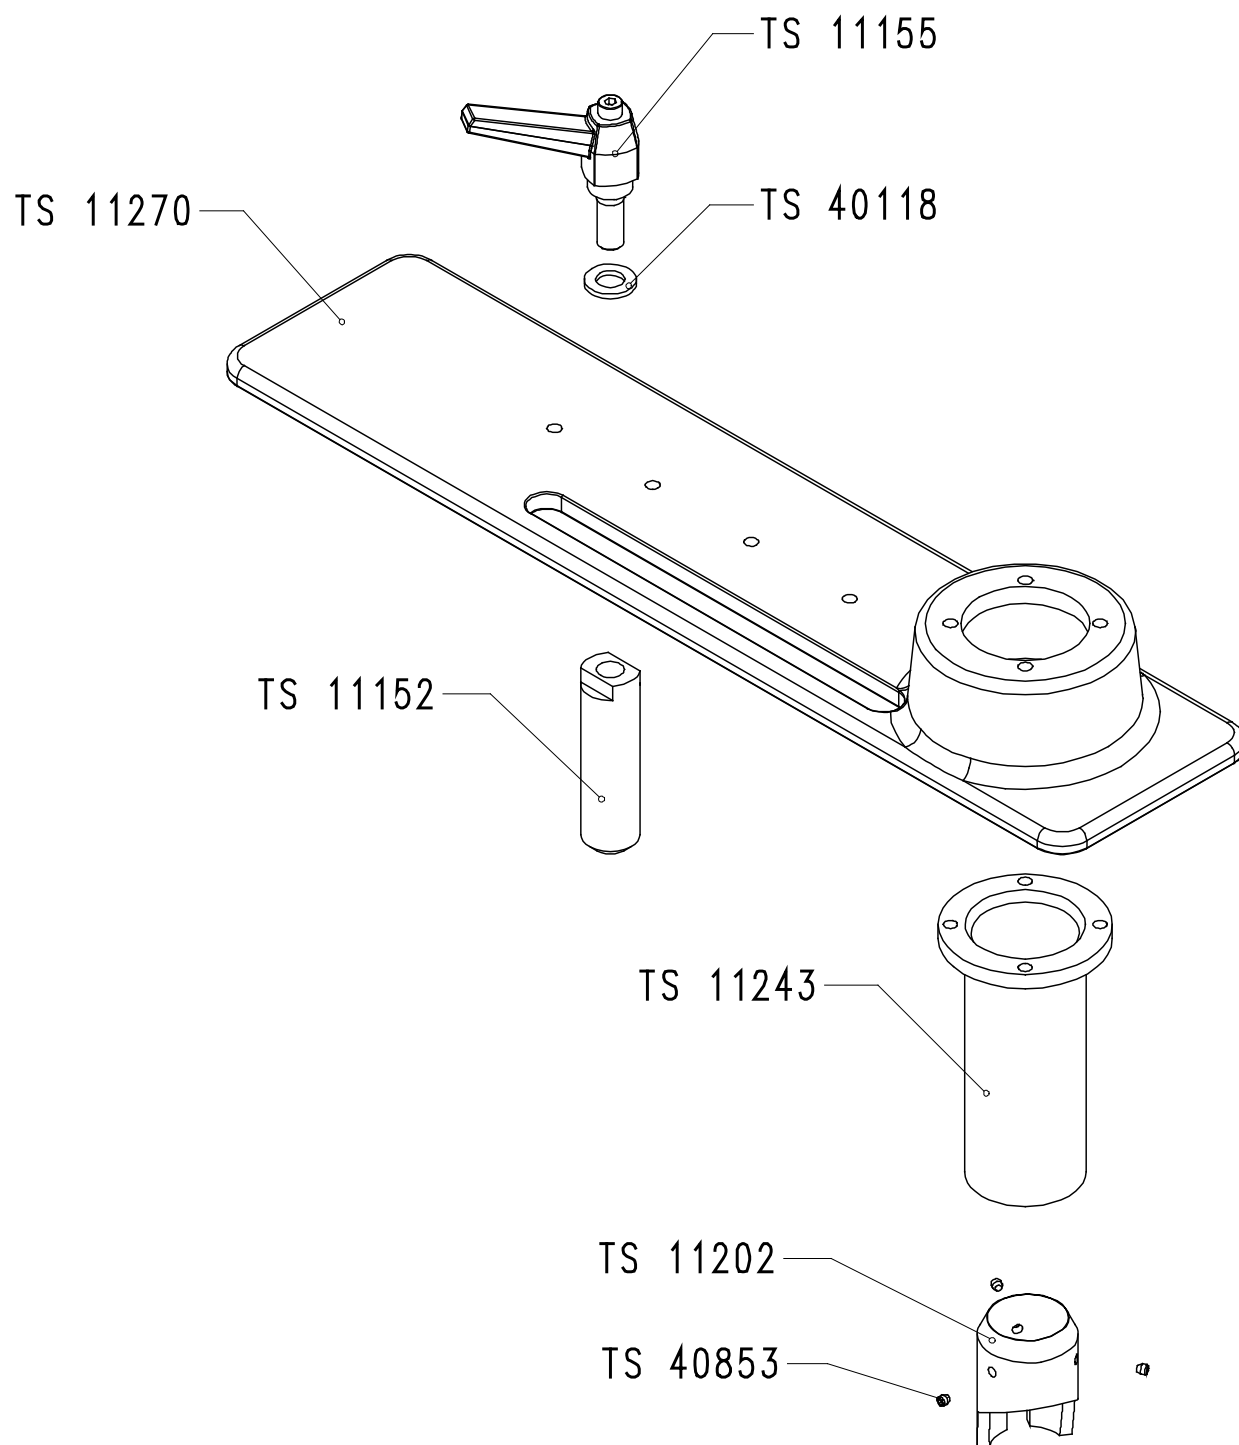

Figure 11-6: plaque de référence, version française
- Figure 11-6: plaque de référence, version française